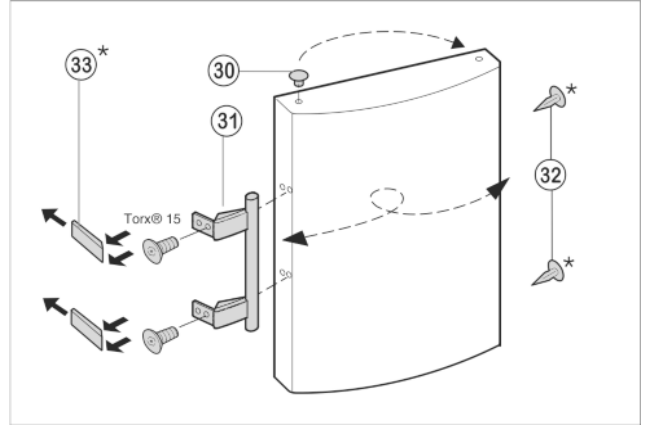

Fig. 7
- Tapayı Fig. 7 (30) kapı yatağı kovanından kaldırın ve değiştirin.
- Kapı kolunu Fig. 7 (31), tapaları Fig. 7 (32) ve baskı plakalarını Fig. 7 (33) sökün ve karşı tarafa ayarlayın.